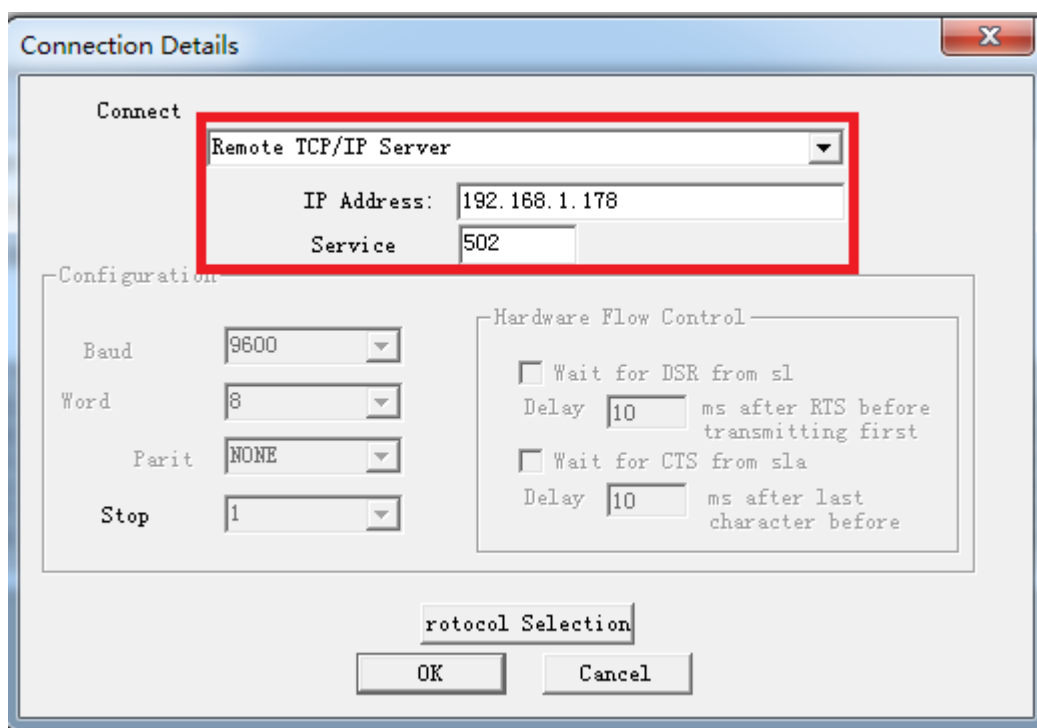

图 1
2. 选择菜单 Connection/Connect，选择 Remote TCP/IP Server，输入 SIENet-FX 的 IP 地址，Service 端口为 502；点击[OK]按钮，如图 1 所示。